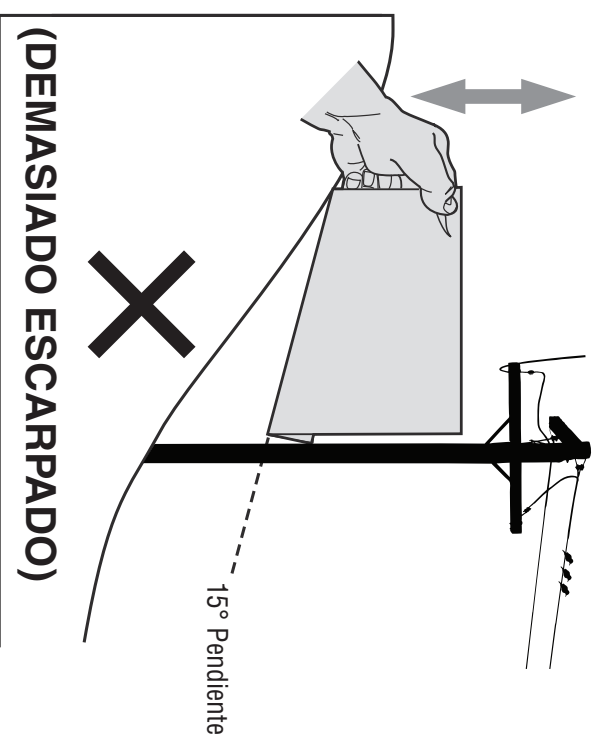

Figura 2
3. Alinee cada lado de pendiente de calibre con el objeto vertical (consultar Figura 1 and Figura 2).